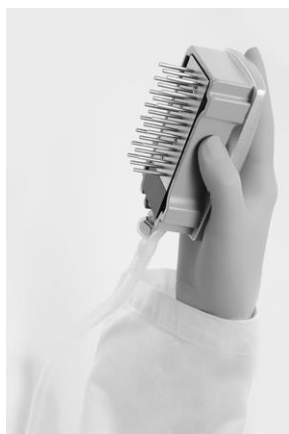

Figura 4. Illustrazione dello strumento del vuoto sollevato di oltre 90° in verticale.
9. **Solleverlo lo strumento del vuoto e mantenerlo reclinato di oltre 90° in senso verticale per 5 secondi, in modo da drenare tutto il liquido dalle sonde del filtro (Figura 4).**
14. Sollevare lo strumento del vuoto e mantenerlo reclinato di oltre 90° in senso verticale per 5 secondi, in modo da drenare tutto il liquido dalle sonde del filtro (Figura 4).
15. Chiudere l'interruttore del vuoto sullo strumento del vuoto (Off), quindi sistemare lo strumento nella posizione di sosta (P).